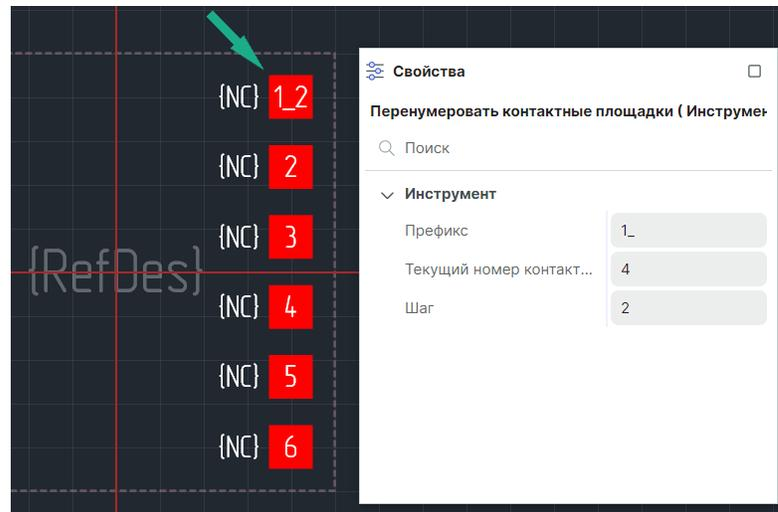

Рис. 145 Начало переименования контактных площадок
4. Указанной контактной площадке будет присвоен новый номер с учетом настроенных параметров, определенных на панели «Свойства», см. Рис. 145.